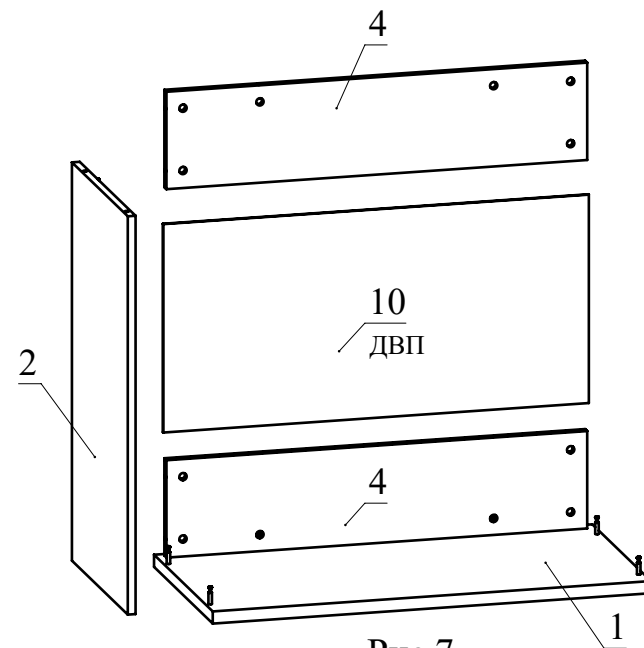

Рис.7
6. Установите деталь 2 на деталь 1 и затяните головки минификсов. В пазы деталей 2 и 4 установите заднюю стенку 10 из ДВП. Закрепите детали 4 (2шт.) с деталью 2, затягивая головки минификсов (Рис. 7).